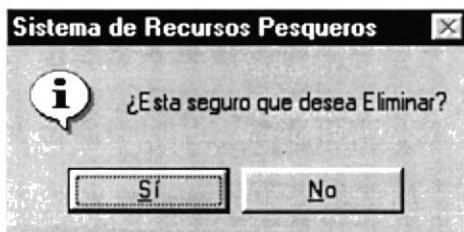

Figura 9.54 Mensaje de Eliminación
2. Nos aparece el siguiente mensaje (ver figura 9.54).